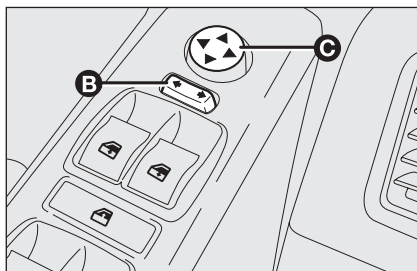

fig. 55
- ☐ sélectionner à l'aide de l'interrupteur **B**-fig. 55 le rétroviseur (droit ou gauche) à régler :